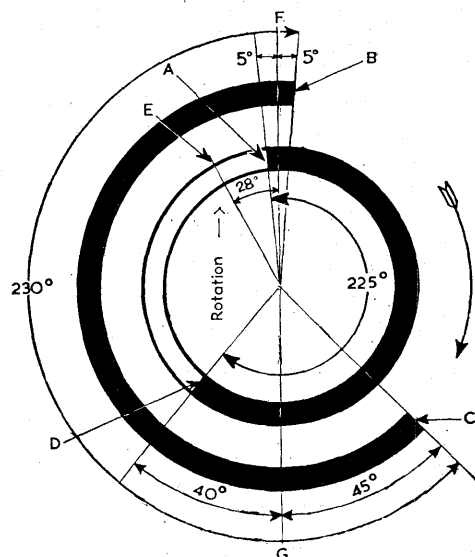

Fig. 3. Ventildiagram.
- 6: Er indstillingen ikke korrekt, løsnes kædehjulets 6 bolte i navet, og svinghjulet drejes, til 5° ATDC (efter top) står ud for pilen, hvorefter boltene spændes. *Drej altid motoren i sin normale om-løbsretning.* Se i øvrigt ventildiagrammet fig. 3.